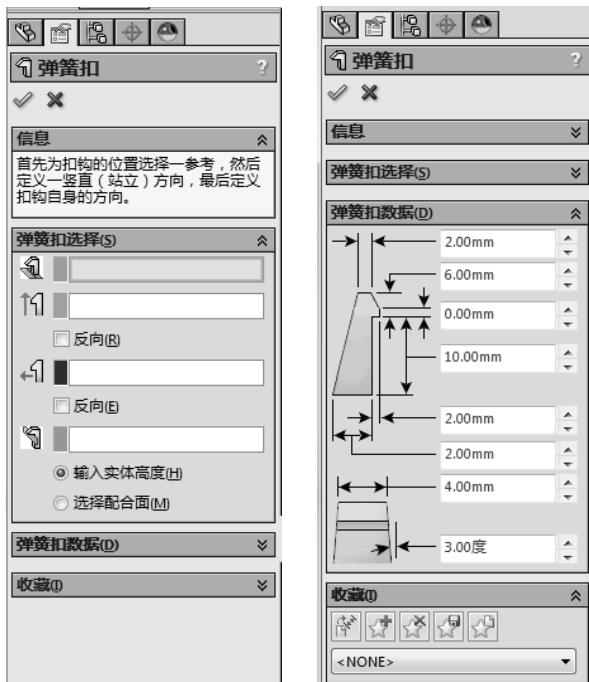

图 5-102 弹簧扣操控板
- [1] 单击扣合特征工具栏上的【弹簧扣】按钮 ，或单击【插入】/【扣合特征】/【弹簧扣】。出现弹簧扣操控板，如图 5-102 所示。